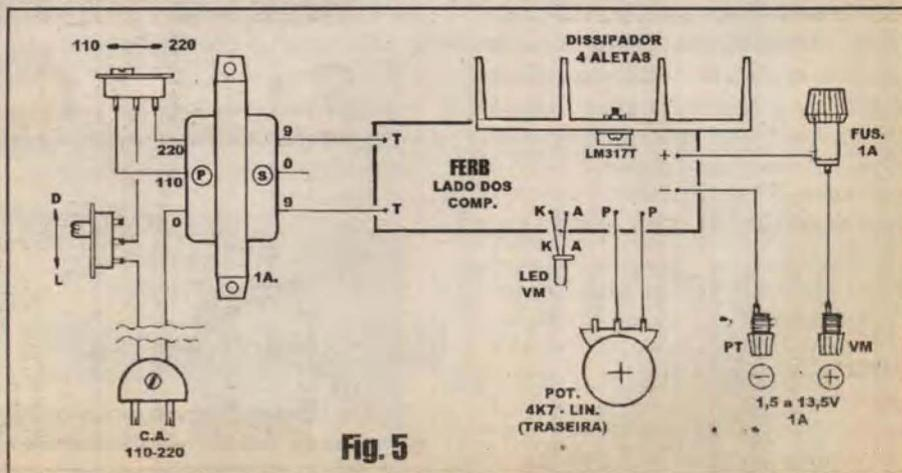

Fig. 5
**- FIG. 5 - CONEXÕES EXTERNAS À PLACA** - O impresso ainda é visto, no diagrama, pela sua face não cobreada, porém agora com nítida ênfase às ligações da placa para fora... Observar com bastante atenção, já que várias das ligações são polarizadas... O LED deve ter suas *pernas* ligadas aos pontos A e K, respeitando-se a identificação dos terminais... Dependendo do tamanho, forma e acabamento da caixa, pode ser conveniente ligar o LED à placa do circuito *não diretamente*, mas através de um par de fiozinhos isolados... O potenciômetro (visto pela traseira, na figura, e isso é importante para que o ajuste da *voltagem* se dê no sentido correto, depois...) tem dois de seus terminais ligados aos pontos P-P do impresso (o terceiro terminal - esquerda, na figura - pode ser desprezado...). Os fios que vão aos jaques *banana* de saída da FERB devem ser ligados aos pontos (+) e (-), obviamente correspondendo às saídas do positivo e do negativo (jaques convencional e respectivamente *vermelho* e *preto*...). Usar cabo isolado não muito fino nessas conexões de saída, em virtude do limite de corrente de 1A... Não esquecer de - eletricamente - intercalar o suporte com o fusível no cabo do positivo, conforme indica o diagrama... Outro importante conjunto de ligações refere-se ao trafo, chaves e *rabicho*: os fios *extremos* (o *central* é deixado sem ligação...) do *secundário* do transformador (9-9) são ligados aos pontos T-T da placa... No *primário*, os fios correspondentes a 0-110-220 devem ser conectados à chave de *escolha de tensão*, interruptor geral e *rabicho* rigorosamente conforme mostrado (observar o sentido de atuação das mencionadas chaves...). Finalmente, ainda na figura, vemos o dissipador de calor já acomodado junto ao LM317T, a cuja lapela metálica deverá ser fixado firmemente com parafusinho e porca, usando-se também um pouco de pasta de silicone para promover uma boa transferência térmica... ATENÇÃO: o corpo metálico do dissipador não deve tocar nenhum terminal de componentes ou parte metálica de condutores, saída, caixa, etc. Se for utilizada uma caixa metálica, o seu *corpo* poderá ser usado